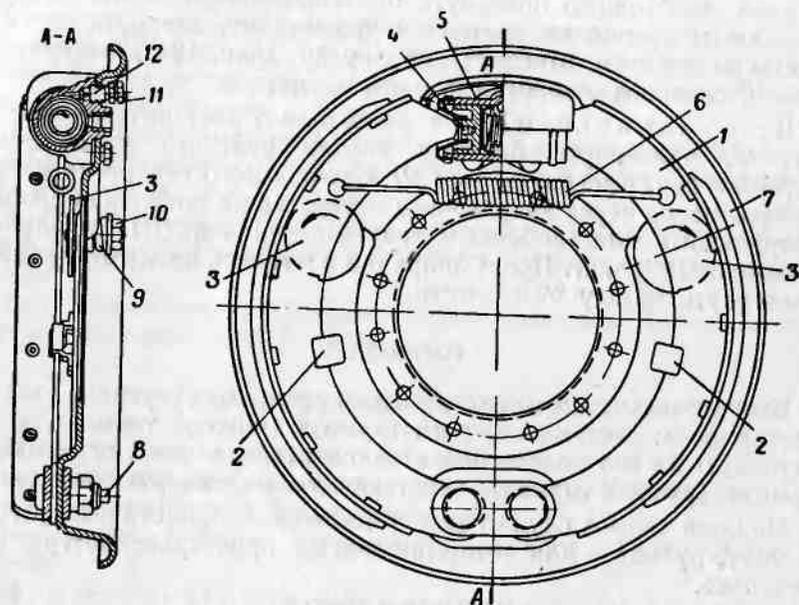
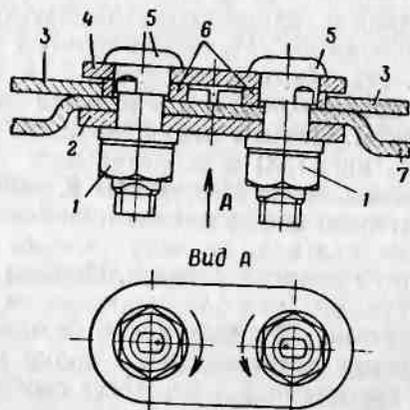

Рис. 132. Тормоз переднего колеса:
Рис. 133. Положение установочных пальцев колодок при сборке тормоза:
Тормоза передних и задних колес отличаются один от другого в основном размерами. Устройство тормоза переднего колеса показано на рис. 132. На опорном диске *7* установлены две колодки *1*, нижние концы которых при помощи пальцев *8* шарнирно связаны с диском. Пальцы могут вращаться в отверстиях опорного диска *7* (рис. 133) и усилительных пластин *2* и *4*. На пальцы *5* надеты бронзовые шайбы *6*, эксцентрично расположенные относительно оси вращения пальцев. Шайбы не могут поворачиваться на пальцах, но могут вместе с пальцами вращаться в отверстиях полок *3* колодок. Пальцы закрепляются на опорном диске гайками *1*; на выступающих из гаек концах сделаны лыски для ключа. Толщина шайб больше толщины полок колодок, поэтому при затяжке гаек *1* полки колодок не зажимаются между пластинами *2* и *4* и могут свободно поворачиваться вокруг шайб. Такое устройство позволяет поворотом пальцев смещать нижние концы колодок относительно опорного диска и тем самым устанавливать нужный зазор между колодками и тормозным барабаном.
Для этой цели на торцах пальцев сделаны метки, расположенные так, как показано на рис. 133.
Тормозные колодки стягиваются пружинами 6 (рис. 132) и прижимаются к регулировочным эксцентрикам 3, служащим для регулировки зазора между колодкой и тормозным барабаном. Эксцентрики 3 удерживаются от самопроизвольного провертывания пружинами 9, установленными между опорным диском и головками 10 эксцентриков. В верхние концы колодок упираются толкатели 4 поршней рабочего цилиндра 5. Скобы 2, прикрепленные к опорному диску, удерживают колодки от бокового смещения. К колодкам тормоза прикреплены накладки из фрикционного материала толщиной 6,5 мм, шириной 60 мм. Накладки колодок заднего тормоза имеют толщину 8,5 мм и ширину 80 мм.
По мере износа фрикционных накладок зазоры между накладками и тормозными барабанами увеличиваются и педаль при торможении начинает приближаться к стенке корпуса. Для ликвидации излишних зазоров необходимо производить регулировку тормозов посредством эксцентриков, воздействующих на каждую из колодок. Шестигранные концы осей эксцентриков выведены наружу сквозь опорный щит тормоза, несколько выше оси колеса (рис. 132).
2. Вращая колесо вперед, слегка повертывать регулировочный эксцентрик передней колодки в направлении, указанном стрелкой, до тех пор, пока колодка не затормозит колесо (при вращении эксцентриков в направлениях, показанных стрелками на рис. 132, зазор между колодками и тормозным барабаном уменьшается, а при вращении эксцентриков в противоположном направлении увеличивается).
Ни в коем случае не следует при регулировке тормозов отворачивать гайки 1 (рис. 133) пальцев 5 колодок, расположенные в нижней части опорного щита тормоза, и нарушать заводскую установку пальцев. Отворачивать эти пальцы разрешается только при смене колодок или фрикционных накладок. В этом случае необходимо регулировать установку колодок с помощью шупа. Зазор между накладкой колодки и барабаном устанавливается в верхней части 0,25 мм, в нижней 0,12 мм. Проверка величины этого зазора обязательна только при смене колодок или фрикционных накладок.
4. Ослабить гайку 1 установочного пальца 5 и вращать палец в направлении, указанном стрелкой, пока тормозная колодка не начнет соприкасаться с барабаном (при вращении установочных пальцев в направлениях, показанных стрелками на рис. 133, зазор между колодками и барабаном уменьшается, а при вращении пальцев в противоположном направлении увеличивается).